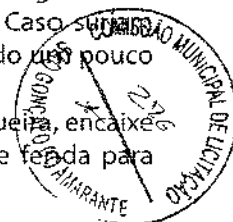

Fig. 5
- 2 | Recomendamos a utilização de uma mangueira de PVC transparente com gravação NBR8613 e regulador de pressão ambos aprovados pelo INMETRO - Instituto Nacional de Metrologia, Normalização e Qualidade Industrial (Fig. 5). Atenção: Fique atento para a validade da mangueira e do regulador de pressão.